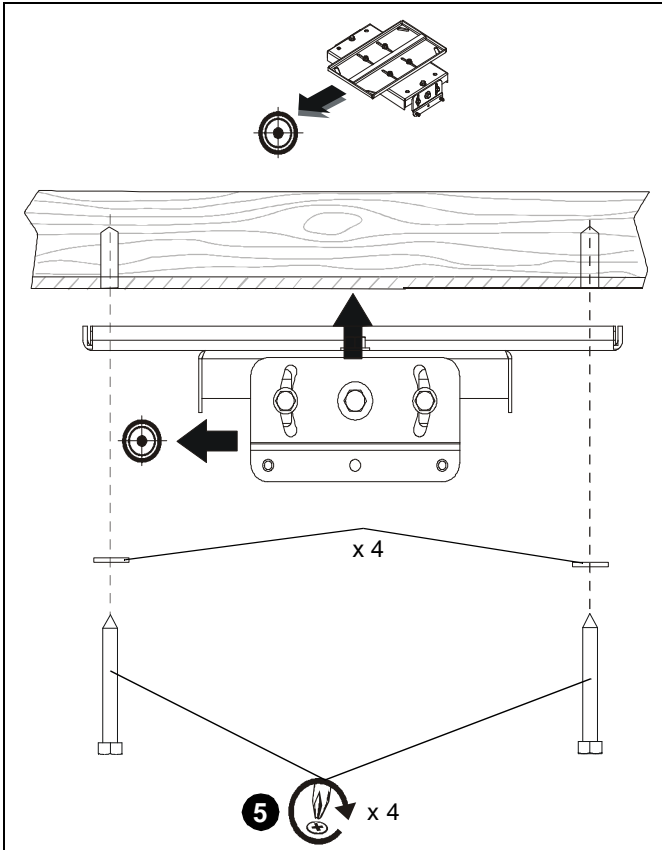

Abb. 4
- Richten Sie die vier Montagebohrungen im LPK1 nach den vier Vorbohrungen aus. (Siehe Abb. 4)
- Befestigen Sie das LPK1 mit vier 5/16"-Unterlegscheiben und vier 5/16" x 2-1/2"-Sechskantankerschrauben (nicht mitgeliefert) an der Konstruktion. (Siehe Abb. 4)